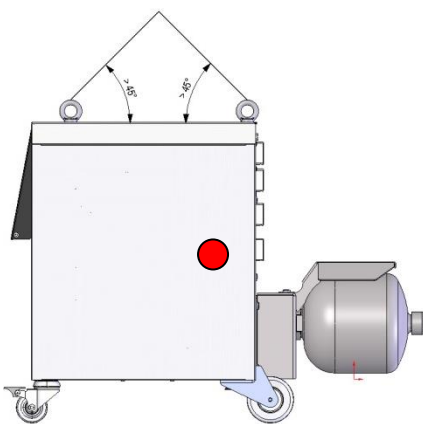

Bild 6: Anslagspunkter
1. Anslå lina och spänne enligt Bild 6.
2. Kontrollera att omkopplingsenheten hänger rakt, beakta tyngdpunkt som inte ligger i mitten (→ ● Bild 6).